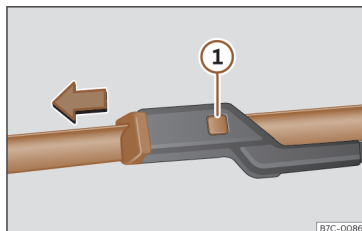

Abb. 184 Scheibenwischerblätter vorne austauschen.
- Die Entriegelungstaste >>> (Abb. 184) ① gedrückt halten und gleichzeitig das Scheibenwischerblatt vorsichtig in Pfeilrichtung abziehen.